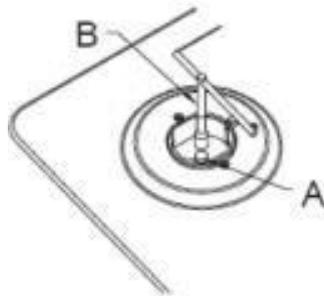

Abb. 6
- Das Gaseinlassanschlussstück ist ein ½" Außengewinde Kegelgastyp in Übereinstimmung mit den Standards ISO 7-1. Der Anschluss erfolgt mit einem starren Rohr. Bei der Installation des Gasanschlusses, ist es wichtig, dass die Dichtung (A) zwischen der Einlassleitung (C) und dem Kniestück (B) platziert wird, um eine gasdichte Abdichtung zu gewährleisten.
- Ersetzen Sie die Einspritzventile mit dem entsprechenden Injektor aus der folgenden Tabelle (siehe Abb. 6). Zuerst entfernen Sie die Brennerdeckel und Ringe und schrauben mit einem Steckschlüssel "B" die Einspritzdüse "A" ab.